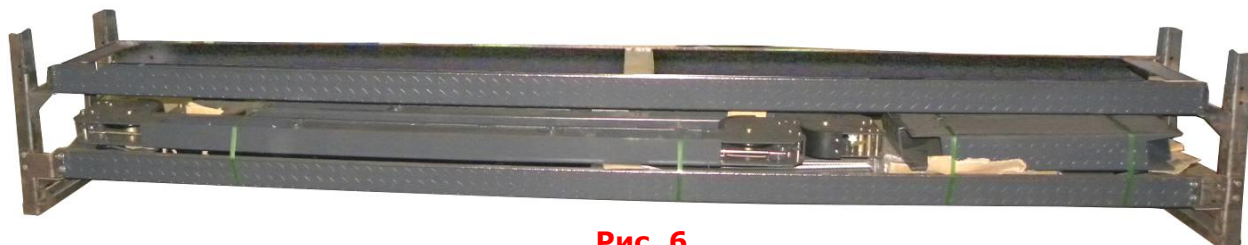

Рис. 6
3. Снимите трапы и колонны (См.Рис.6).